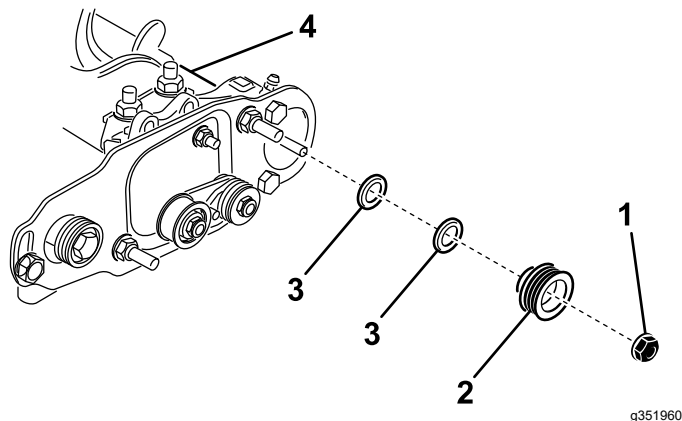

Figura 40
3. Retire a porca de retenção de 5/16 pol. que fixa a polia acionada ao veio da escova (Figura 39 ou Figura 40). Coloque uma chave de ½ pol. nas partes planas do veio da escova do rolo para impedir que rode.
4. Retire a polia acionada do veio (Figura 40).
5. Se a polia necessita de sair mais, adicione um espaçador de 0,8 mm de espessura (Figura 40).